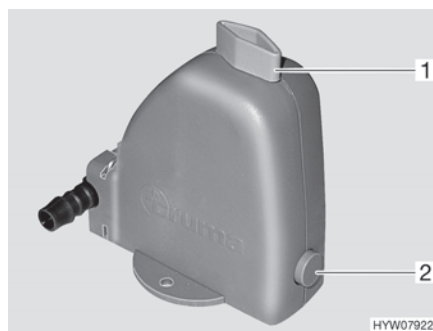

Fig. 124 Valvola di sicurezza/di scarico
Il riscaldamento è dotato di una valvola di sicurezza/di scarico (Fig. 124). La valvola di sicurezza/di scarico impedisce che l'acqua per la preparazione dell'acqua calda congeli in presenza di basse temperature esterne, quando il riscaldamento non è acceso.
- Chiudere la valvola di sicurezza/di scarico. A tal fine ruotare la manopola (Fig. 124,1) verticalmente rispetto alla valvola di sicurezza/di scarico e premere verso l'interno il bottone automatico (Fig. 124,2).
- Aprire la valvola di sicurezza/di scarico. A tal fine ruotare la manopola (Fig. 124,1) nel senso della lunghezza della valvola di sicurezza/di scarico. Il bottone automatico (Fig. 124,2) scatta all'infuori. Il serbatoio dell'acqua sanitaria viene svuotato verso l'esterno tramite la valvola di sicurezza/di scarico.